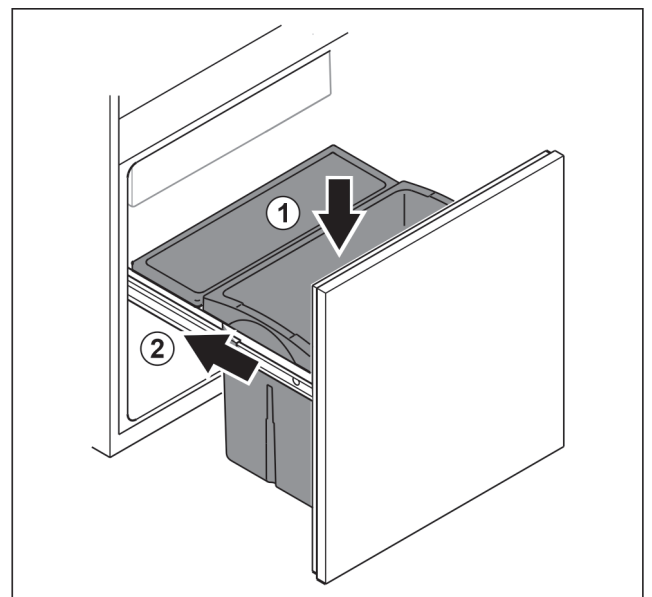

Fig. 90
- ▶ Włożyć szufladę od góry. Fig. 90 (1)
- ▶ Wsunąć wózek wsuwany. Fig. 90 (2)